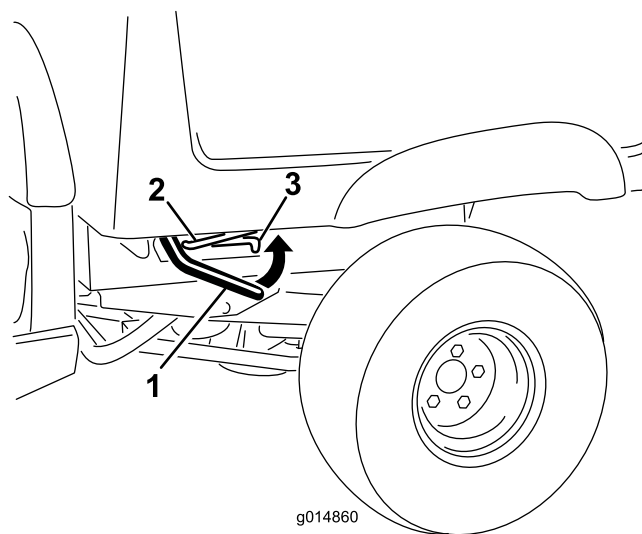

Figure 2
5. Levez le levier de chaque côté du plateau de chargement et levez le plateau (Figure 2).